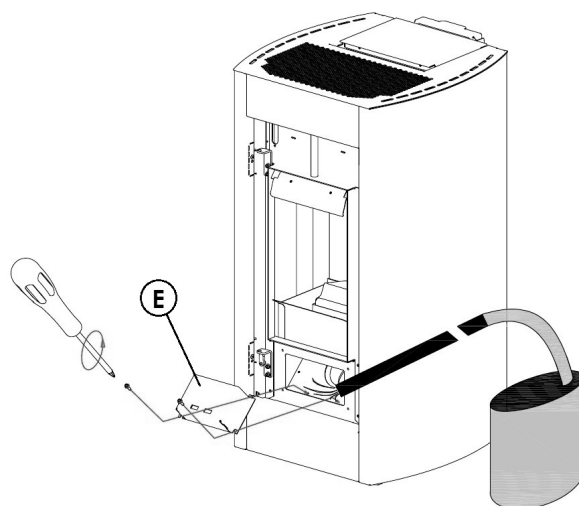

Fig. 86 - Limpieza
- Extraiga la espiral (véase **Fig. 86**).